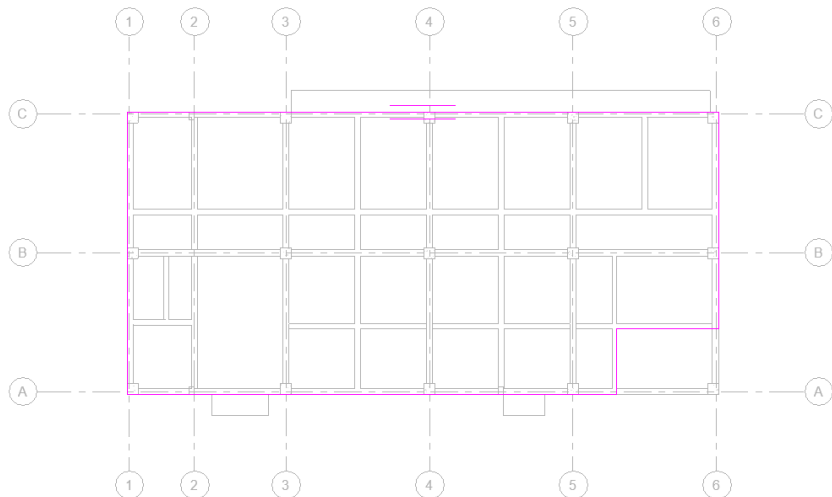

图 15-75 绘制边界线
(4) 单击“绘制”面板中的“边界线”按钮和“线”按钮，创建边界线，如图 15-75 所示。